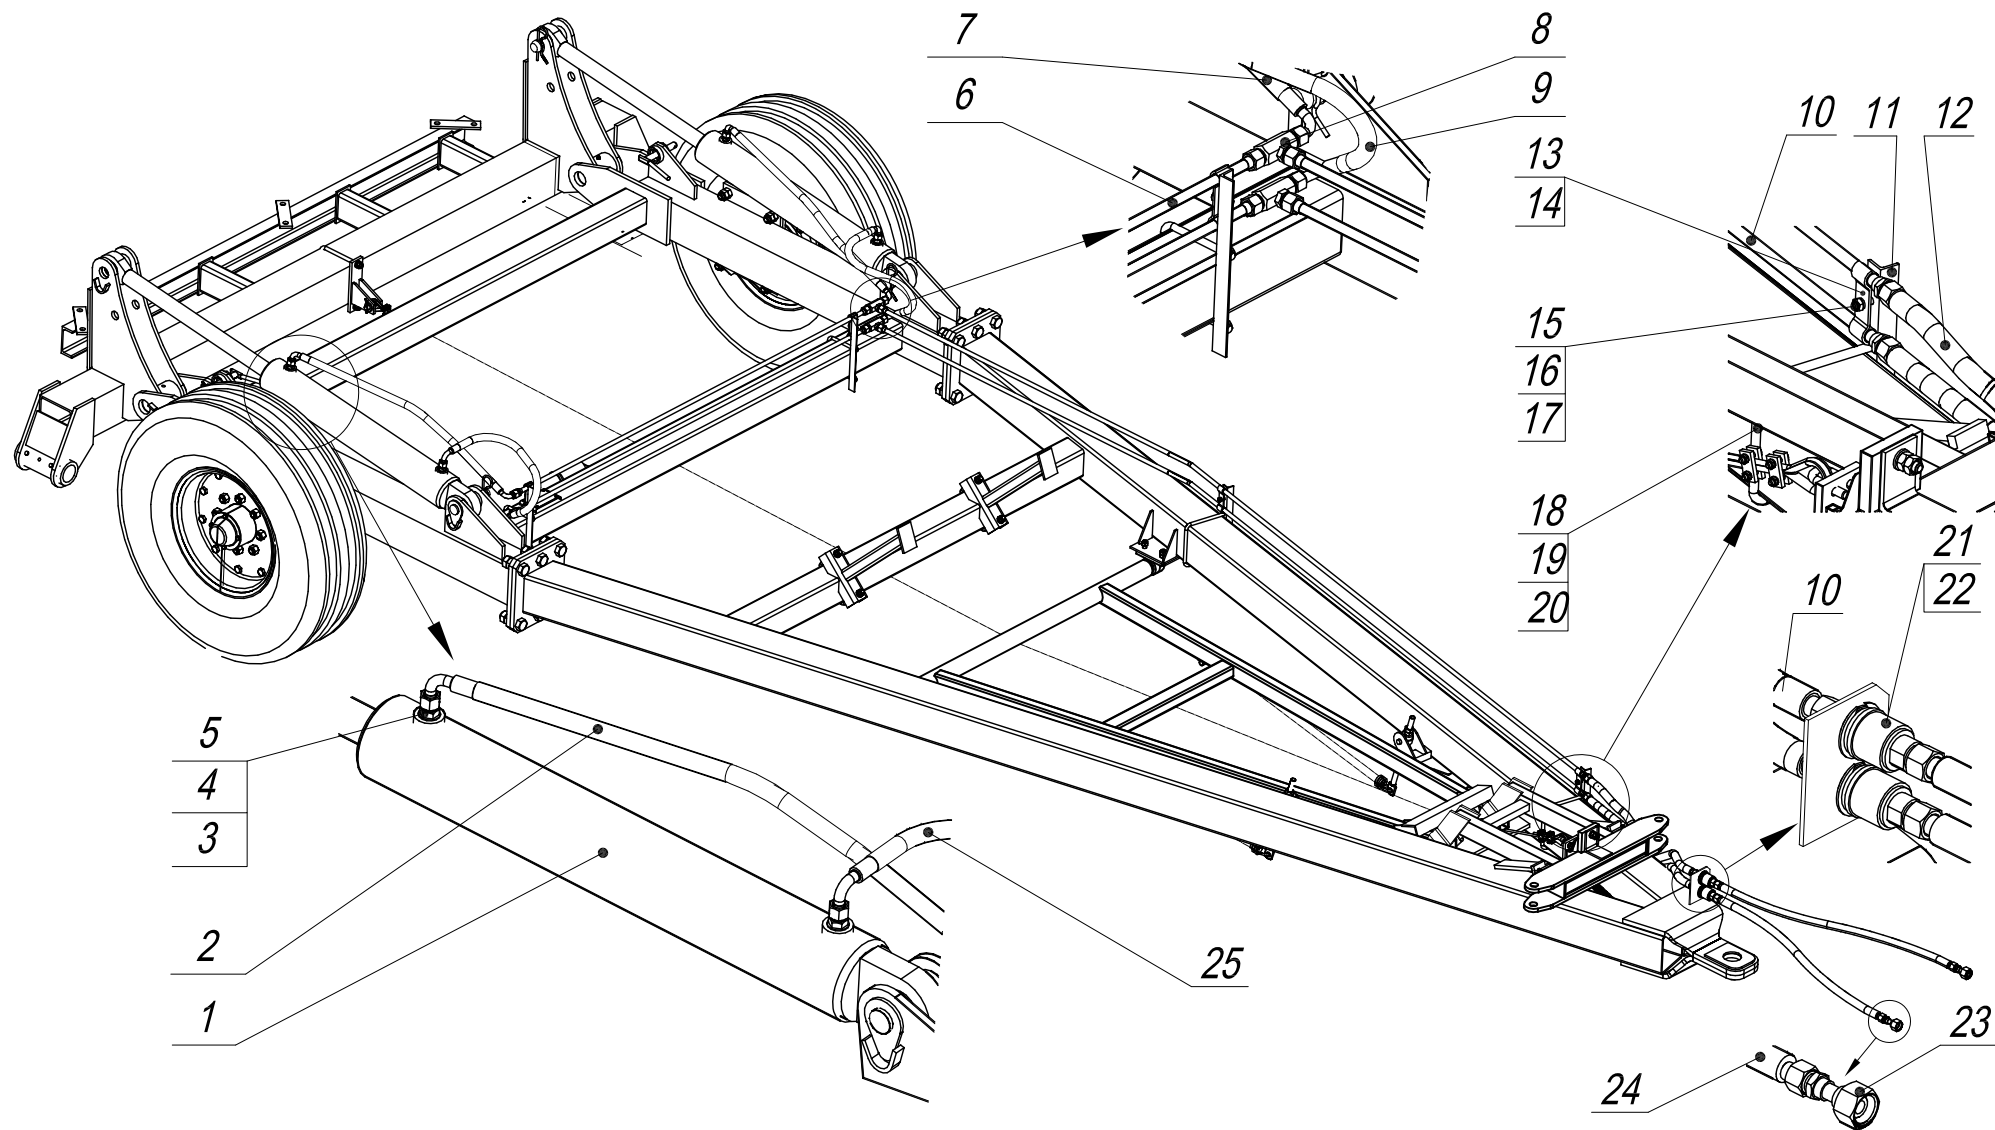

Рис.11 Гидросистема СГВ 05.000-01
2.1.8. Гидросистема сцепки (рис.11) служит для подъема и опускания рабочих органов на развороте, а также при переводе сцепки в транспортное положение. Гидросистема состоит из двух гидроцилиндров 1, соединяющих раму дышла с центральной балкой, трубопроводов 6,10, рукавов высокого давления 2,7,9,12,24,25, соединительной гидроарматуры, держателей 11 и болтокрепеза (для закрепления гидротрассы).